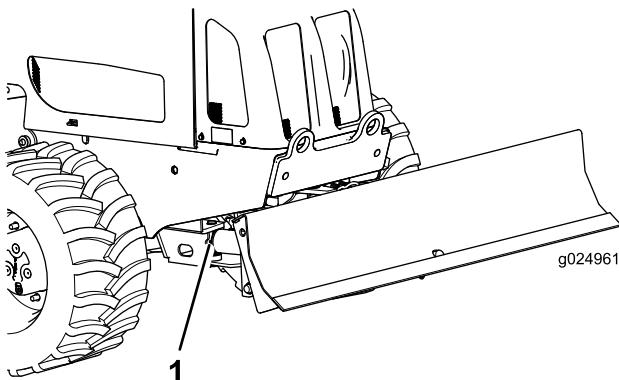

Рисунок 58
- Подсоедините смазочный шприц к масленкам на каждом цилиндре углового смещения отвала и введите консистентную смазку в каждую масленку, сделав 3 качания шприцом (Рисунок 58).